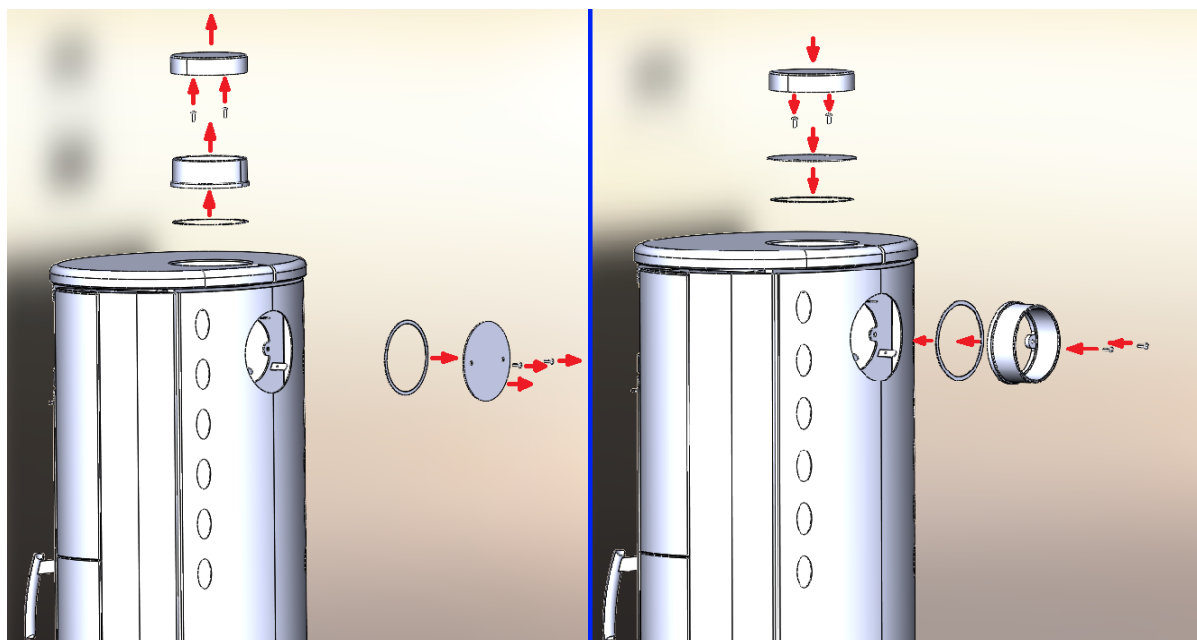

Figura 2 Înlocuirea racordului țevii de evacuare a gazelor arse și a capacului țevii de evacuare a gazelor arse
3. Figura 2 Înlocuirea racordului țevii de evacuare a gazelor arse și a capacului țevii de evacuare a gazelor arse	Pagină 5 Pagină 6